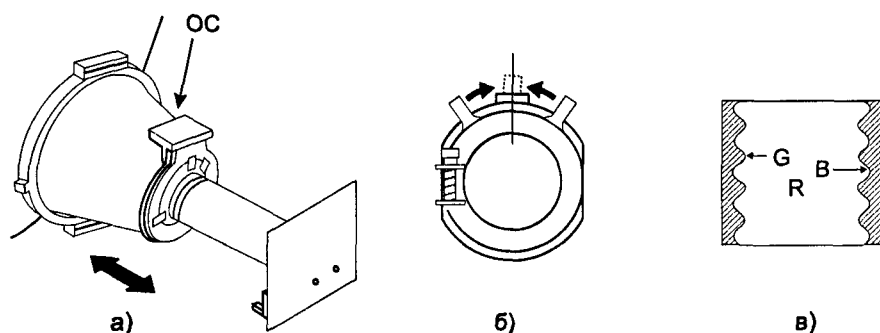

Рис. 1
3. Ослабляют крепление хомута ОС, и перемещают ее по горловине назад (рис. 1, а). Магнитами чистоты цвета (рис. 1, б) необходимо добиться в центре экрана (растра) равномерного красного поля и симметричного расположения по краям раstra “синего” и “зеленого полей” (рис. 1, в).